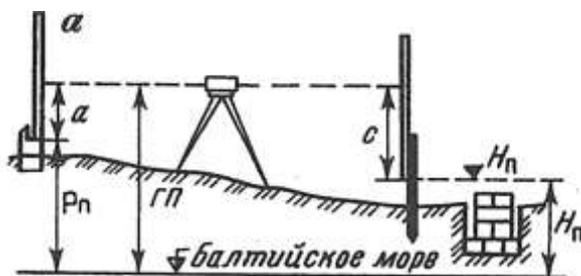

Рис. 2. Схема разбивки и контрольных высот фундамента
5. Выставьте проектную высоту верха фундамента на обноске (рис. 2), если высота репера $P_n = 48,355$, отсчет по рейке $a = 0,838$, проектная высота фундамента $H_n = 47,124$.